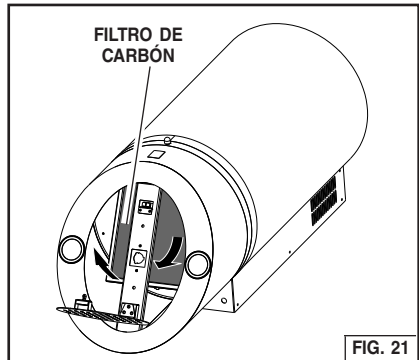

FIG. 21
1. Si la campana está sin entubar, inserte el filtro de carbón en la cavidad que está detrás del filtro de grasas. Si la campana está entubada, descarte el filtro de carbón. Fig. 21.